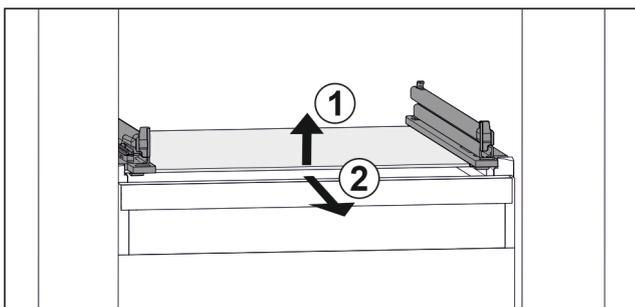

Fig. 161 Beispielhafte Darstellung der Glasplatte
- ▶ Glasplatte vorne anheben. *Fig. 161 (1)*
- ▶ Glasplatte nach vorne entnehmen. *Fig. 161 (2)*